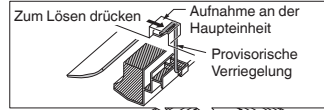

Abb. 7-4
- Die provisorischen Verriegelungen an der Innenseite der Deckenverkleidung in die Aufnahmen an der Einheit einhängen, um die Deckenverkleidung vorläufig anzubringen. (Abb. 7-4)
- Zum Abnehmen der Deckenverkleidung diese abstützen und gleichzeitig die provisorischen Verriegelungen nach außen drücken. (Abb. 7-4)